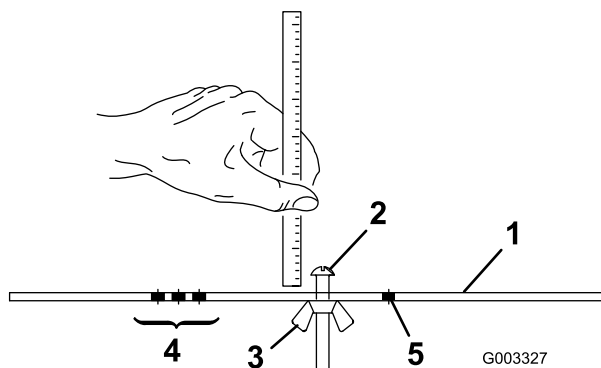

Bild 16
2. Lösen Sie die Mutter an der Messlehre (Bild 16) und stellen die Stellschraube auf die gewünschte Schnitthöhe ein.